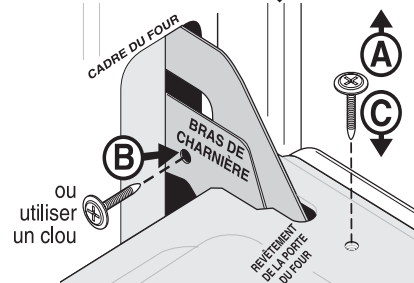

Fig. 2
5. Remettez les 2 vis dans la contre-porte (fig. 2, **C**).